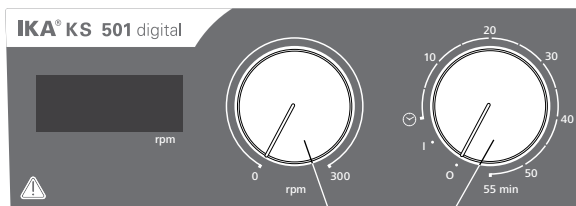

Fig. 3
- ☞ Slå på apparaten genom att vrida vridknoppen **"På/av"** och **"Timer" (B)** medurs till position **"1"**.
- ☞ Stäng av apparaten genom att vrida vridknoppen **"På/av"** och **"Timer" (B)** till position **"0"**.
- ☞ Slå på apparaten genom att vrida vridknoppen **"På/av"** och **"Timer" (B)** medurs förbi positionen **"☺"**.
- ☞ Ställ in motorvarvtalet med reglerknoppen **"Varvtal" (C)**, se **Fig. 3**. Motorvarvtalet kan ställas in till mellan 0 och 300 rpm.